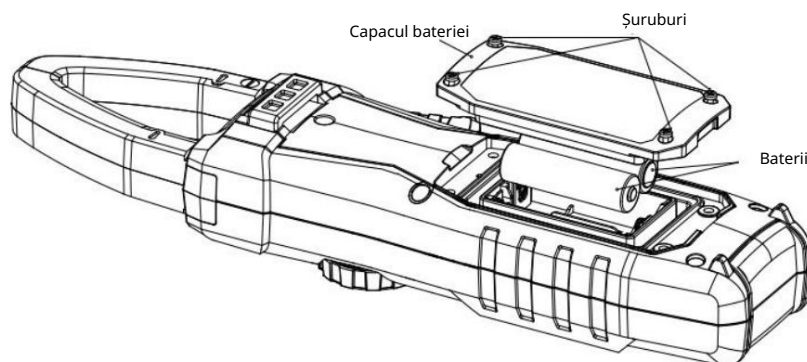

Figura 13
3. Înlocuirea bateriei (Figura 13)